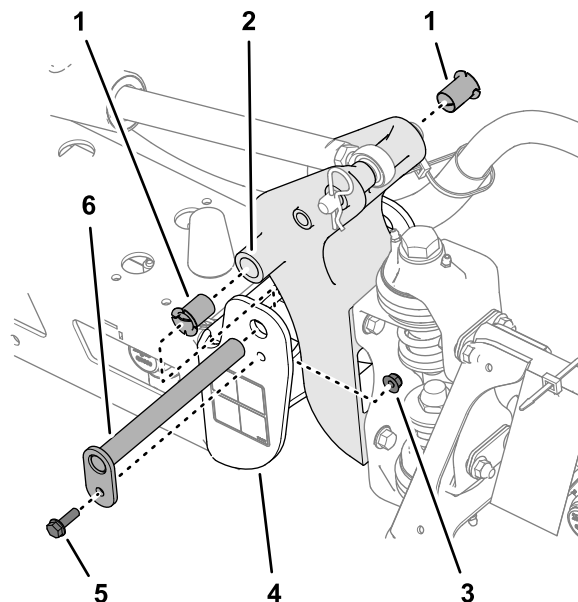

Figure 120
3. Retirez le boulon et l'écrou qui fixent l'axe de pivot puis déposez l'axe (Figure 120).
5. Déposez et examinez les bagues en nylon à l'avant et à l'arrière du support de pivot (Figure 120).
6. Lubrifiez les bagues en nylon avec un peu d'huile et posez-les dans le support de pivot (Figure 120).
7. Alignez les trous du support de pivot et les trous du profilé d'extrémité (Figure 120).